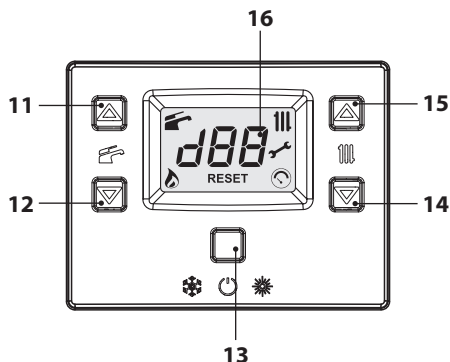

Figura 2.5
- Tenere premuto per 2 secondi il tasto 13 fino a far apparire sul display il simbolo  (Figura 2.5).
La temperatura dell'acqua calda di mandata riscaldamento è regolabile agendo sui tasti 14 (diminuzione) e 15 (aumento) (Figura 2.5) da un minimo di circa 40°C ad un massimo di circa 85°C. Alla prima pressione di uno dei due tasti si ha la visualizzazione del valore di "set", alla seconda pressione si accede alla modifica.
Comunque se la temperatura ambiente non dovesse essere confortevole si può aumentare o diminuire la temperatura di mandata dell'impianto riscaldamento di $\pm 15^\circ\text{C}$ agendo sui tasti 14 (diminuzione) e 15 (aumento) (Figura 2.5).
La temperatura dell'acqua calda sanitaria è regolabile agendo sui tasti 11 (aumento) e 12 (diminuzione) (Figura 2.5) da un minimo di circa 35°C ad un massimo di circa 60°C . Alla prima pressione di uno dei due tasti si ha la visualizzazione del valore di "set", alla seconda pressione si accede alla modifica.